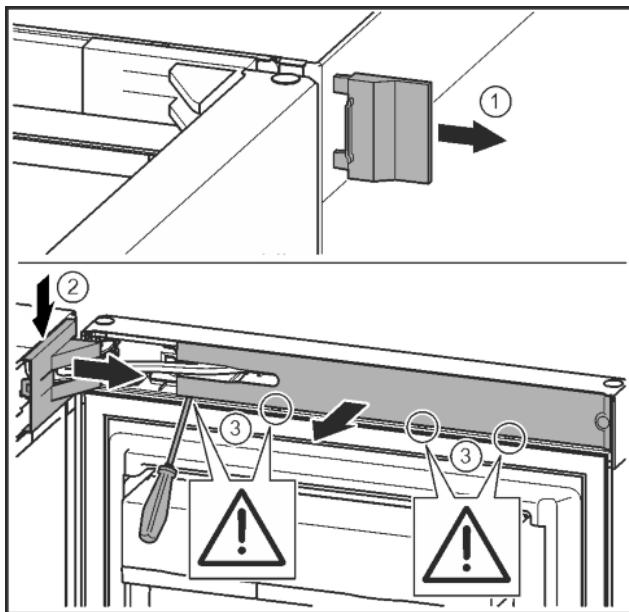

Fig. 9
- Vegye le a külső fedelet. Fig. 9 (1)
- Pattintsa ki és oldja ki a csapágybak fedelét. Vegye le a csapágybak fedelét. Fig. 9 (2)
- Hornyoltfejű csavarhúzóval pattintsa ki a lemezt, és fordítsa oldalra. Fig. 9 (3)